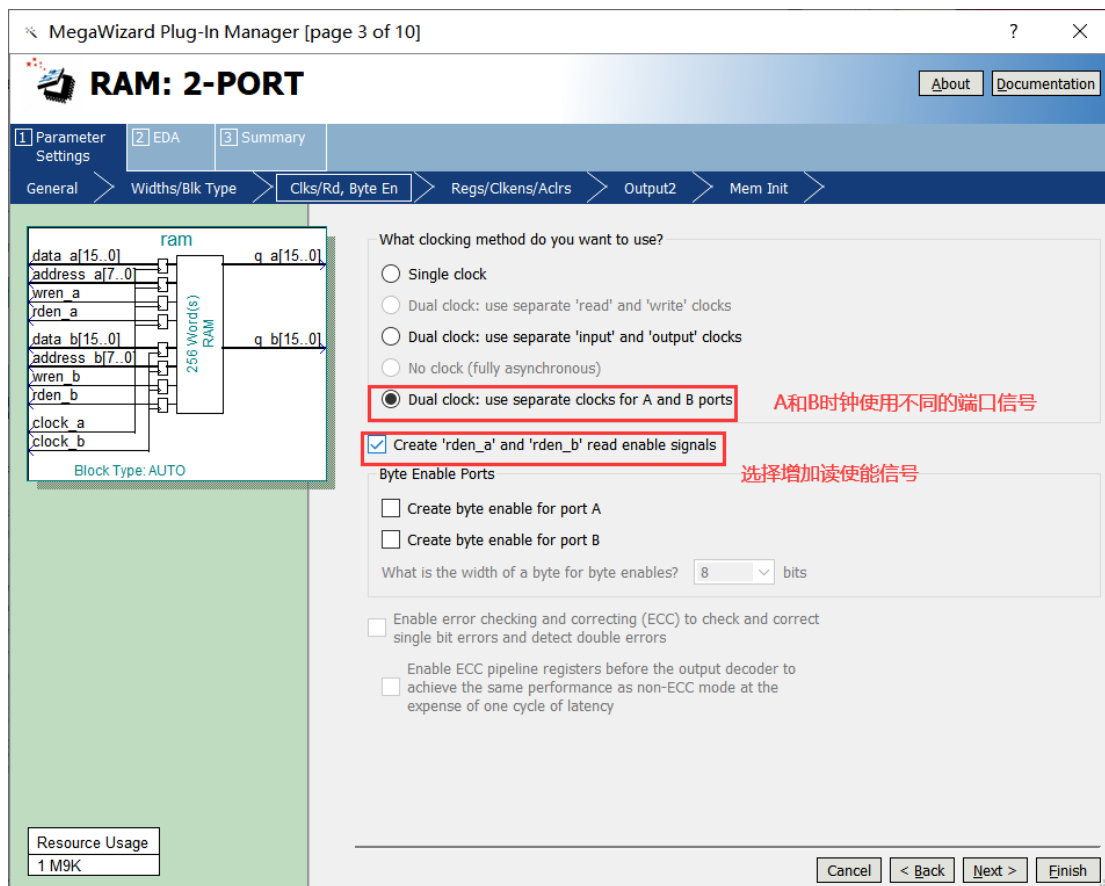

图 16-8
6、在此对话框选择时钟信号输入方式、增加读使能信号，如图 16-8 所示。